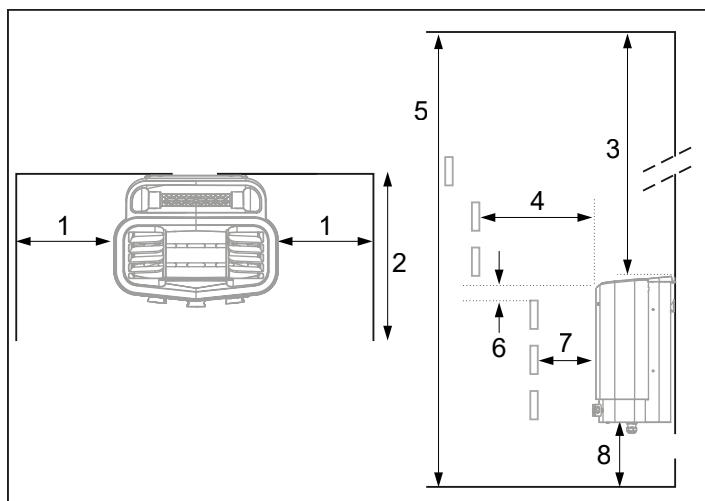

Afbeelding 2: Plaatsing van de kachel - normale installatie
- Plaats de kachel op veilige afstand van de vloer, zijwanden en binnenvloer (zie afbeelding 2).